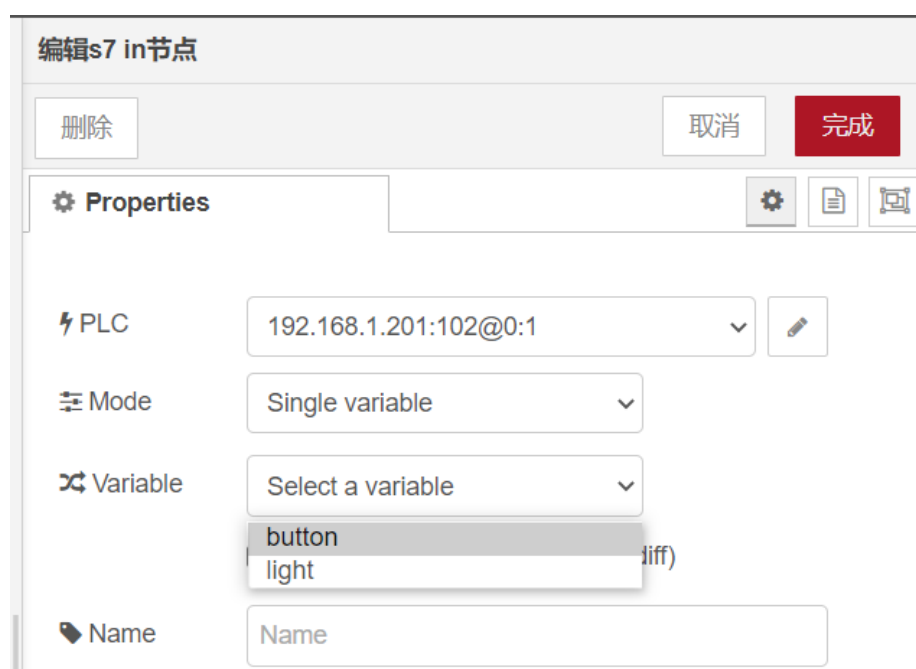

图1-32选择接入数据
(13) 我们选择 Single variable - 单个数据，需要在 variable 栏，选择要接入的数据 button，点击完成。如图 1-32 所示。